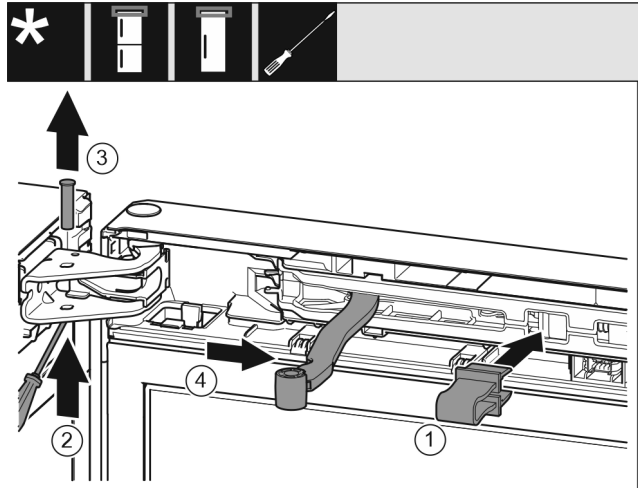

Fig. 12
► Pattintsa be a biztosítékot Fig. 12 (1) a nyílásba.
► Tolja ki a csapszeget Fig. 12 (2).
► Vegye ki felfelé a csapszeget Fig. 12 (3).
► Forgassa az ajtó irányába a csuklót Fig. 12 (4).